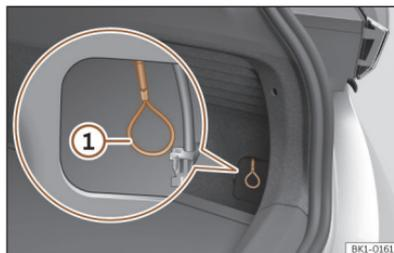

Fig. 73 Detrás de la cubierta: desbloqueo de emergencia del conector de carga.
- Tire del lazo para el desbloqueo manual de emergencia >>> **fig. 73** ①. El conector de carga se puede retirar >>> △.